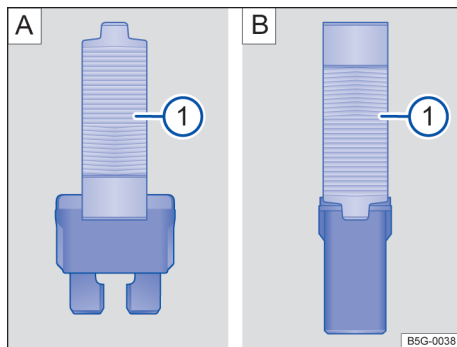

Fig. 229 Retirar ou colocar o fusível com a pinça de plástico: **A** fusível plano, **B** fusível de bloqueio.
- Se necessário, tirar a pinça de plástico da cobertura da respectiva caixa de fusíveis → Fig. 229 ①.
- De acordo com a versão dos fusíveis, montar um grampo adequado sobre o fusível pela lateral → Fig. 229 [A] ① ou → Fig. 229 [B] ①.
- Caso o fusível esteja queimado, substituir o fusível por um novo da *mesma* intensidade (mesma cor e inscrição) e do *mesmo* tamanho → ①.